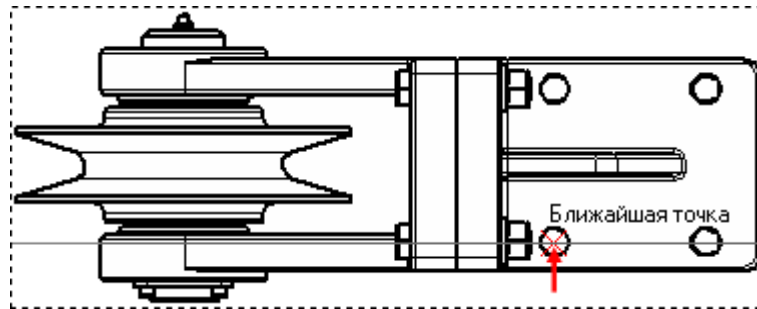

Рисунок 5.
- Постройте местный разрез. Положение секущей плоскости укажите на виде Сверху (рис.5).